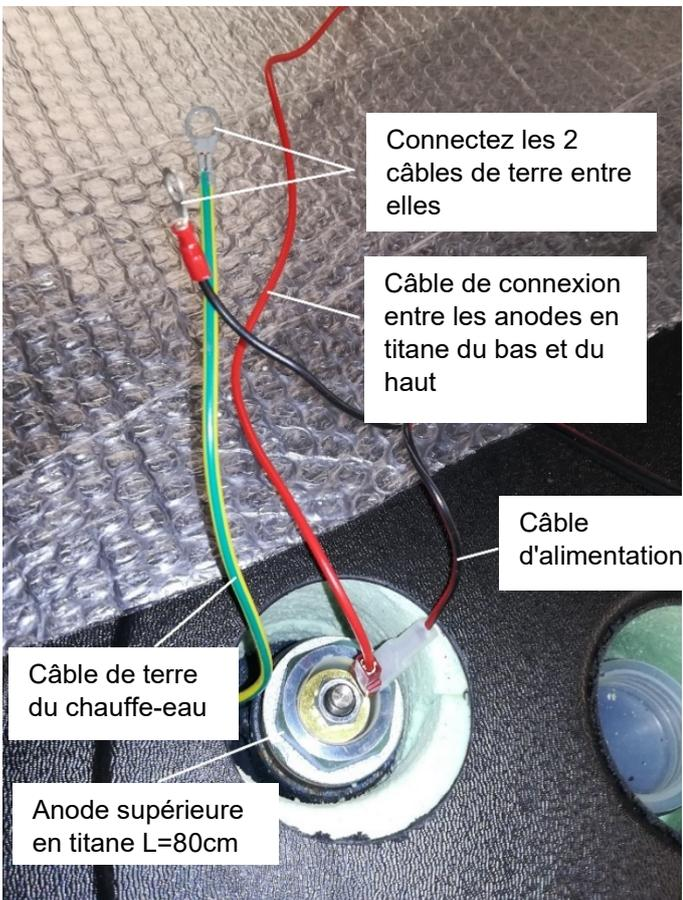

Figure 3 Détail de l'anode supérieure en titane
Étape 5 : Vissez les câbles de terres ensemble (voir figure 3).